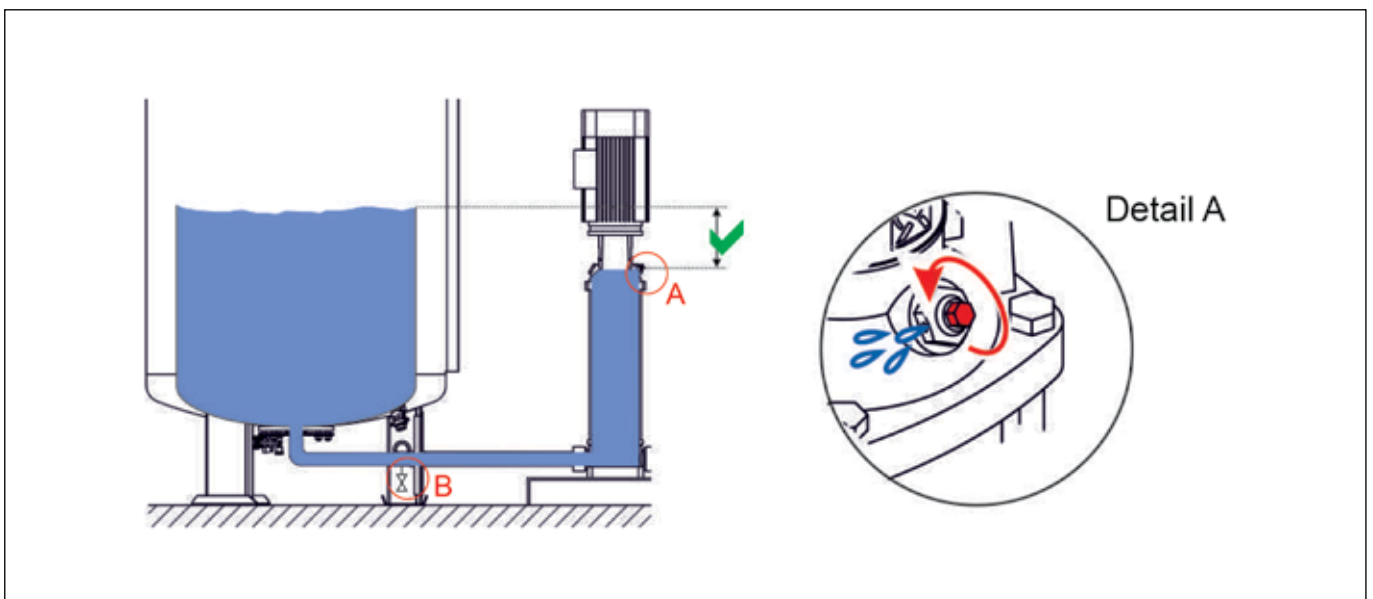

Abbildung 15: Entlüftungsventil an der Druckhaltepumpe
- Bei Geräten ohne eingebautem MCF Nachspeisemodul ist der Behälter so lange zu füllen (z. B. über den KFE-Hahn in der Überströmleitung am Anschluss des EG-M - siehe Abbildung 15, Detail B), bis am Entlüftungsventil der Pumpe (Detail A) ein kontinuierlicher Strahl des Anlagenmediums austritt. Evtl. vorher den werksseitig eingestellten oberen Arbeitsdruck am Überströmventil reduzieren, falls sonst der Druck in der Anlage zu hoch ansteigt (höher als gewünschter oberer Arbeitsdruck).